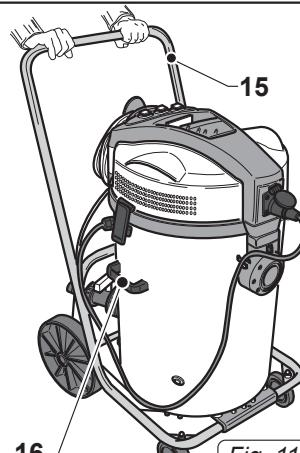

Fig. 11
- L'apparecchio è dotato di ruote e quindi può essere spinto tramite il maniglione (15 Fig. 11).
- Il suo sollevamento deve essere effettuato da due persone tramite le maniglie (16 Fig. 11).